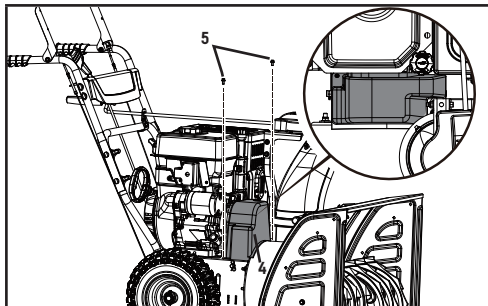

Figure 24
1. Retirez le couvercle en plastique de la courroie sur le devant du moteur en enlevant les deux boulons M6 × 16 (5) (figure 24).